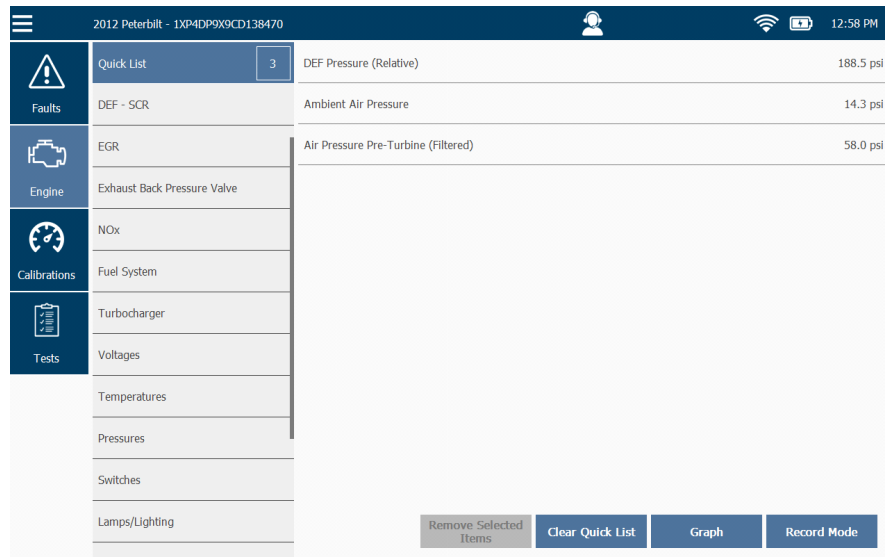
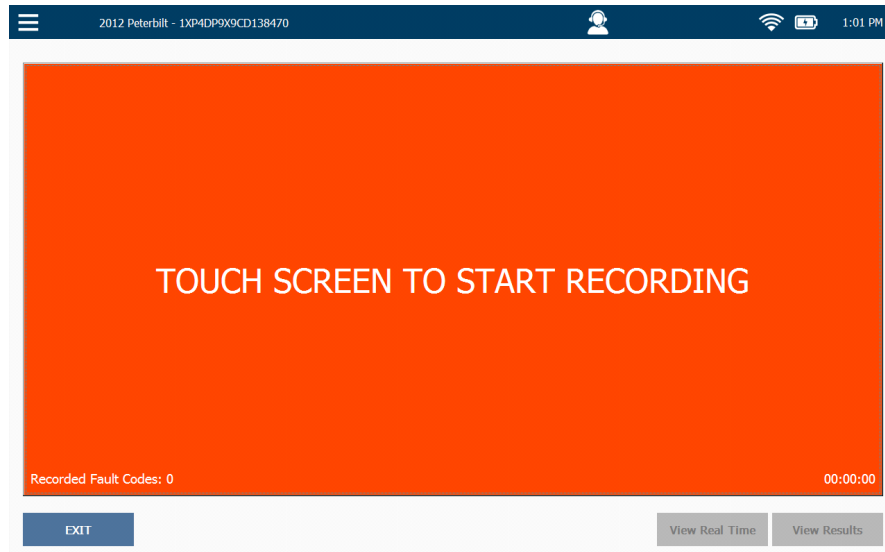

Figura 9.1 Lista rápida
Figura 9.2 Pantalla Record
STOP	<ul style="list-style-type: none"> Finaliza una grabación (usted debe confirmar que desea finalizar la grabación). Le hace regresar a la pantalla Record (Figura 9.2). Cambia a EXIT una vez que usted detenga la grabación; el botón EXIT lo lleva de regreso a la lista de parámetros (Figura 9.1).
View Results	<ul style="list-style-type: none"> Le permite revisar la grabación que creó en Playback Mode. Debe confirmar que desea detener la grabación antes de ver los resultados. <p>Hay varios botones disponibles:</p> <ul style="list-style-type: none"> Rewind: le permite regresar al inicio de la grabación. Play: comenzar la grabación. Cambia al botón Pause: una vez que comienza la reproducción. Previous Bookmark y Next Bookmark: le permiten saltar de un marcador a otro. EXIT: lo lleva de vuelta a la pantalla Record (Figura 9.2).
Se muestra la pantalla **Record** (Figura 9.2).
- 9 Toque **EXIT** para volver a la Lista rápida (Figura 9.1).
- Tocando el botón **View Results** en la pantalla Record (Figura 9.2).